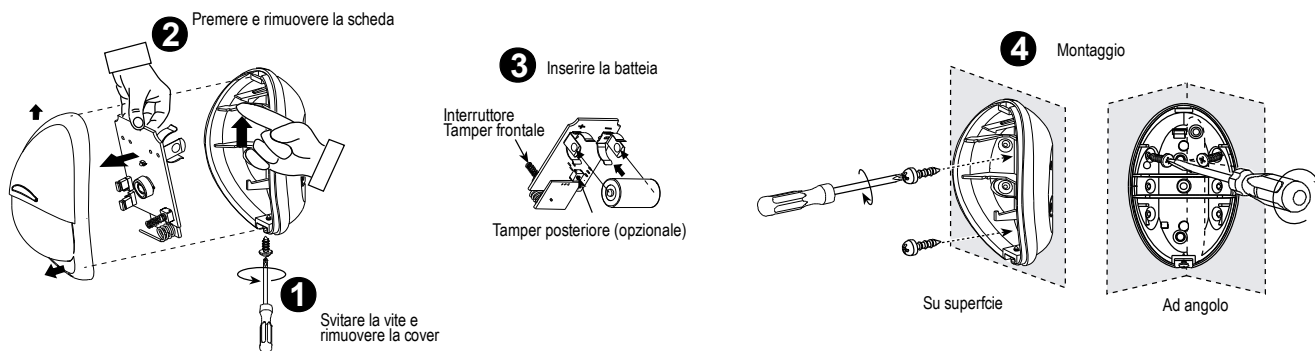

Fig. 4 – Montaggio
1. Montaggio - vedere fig. 4.
2. Installazione batteria (vedere fig. 4 e la nota sotto)
Con la batteria inserita, premere il tamper (vedere fig. 4) e rilasciarlo. Il LED lampeggerà per circa 2 minuti fino a che il sensore non si sarà inizializzato.